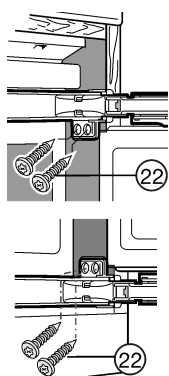

Fig. 16
- Draai lange spaanderplaatschroeven Fig. 16 (22) van boven en van onderen door de scharniers-rippen.